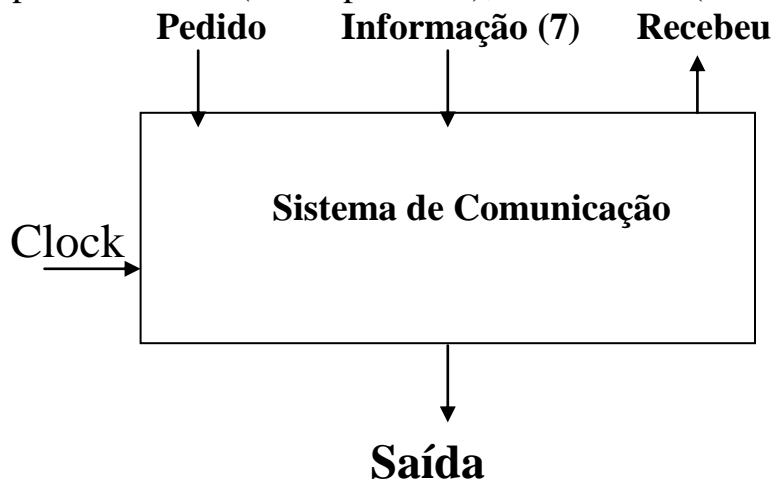

Figura 13 – Esquema de comunicação.
**13Q:** Projetar um **sistema de comunicação paralelo-serial**, usando funções MSI, FF's e portas (esquema – figura 13). O sistema recebe uma informação de 7 bits, quando a variável **pedido** tem a transição 0→1. Há um processo de serialização (deslocamento: 1 bit por clock) da informação de 7 bits, e no oitavo bit é acrescentado o bit de paridade par (**BP**). O bit BP=1 se o número de 1's na informação for ímpar, caso contrário BP=0. Quando encerrar a transmissão serial, então temos na variável **Recebeu** o valor 1. Para um novo processamento necessitamos que a variável pedido vá de 1→0 e posteriormente 0→1, e a variável Recebeu inicialmente tem o valor zero.